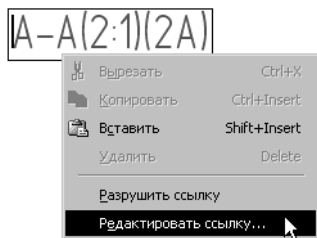

Рис. 44.3. Редактирование и разрушение ссылок в обозначении вида
- ▼ изменить параметры ссылок, входящих в состав обозначения, с помощью команды **Редактировать ссылку** из контекстного меню (рис. 44.3),
- ▼ превратить ссылки в обычный текст с помощью команды **Разрушить ссылку** из контекстного меню (рис. 44.3).